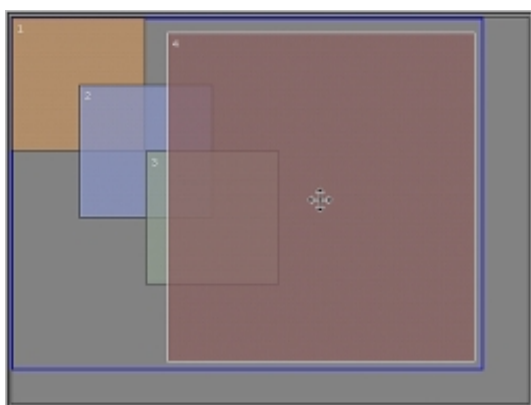

Imagen 6-8
1. Haga clic con el botón derecho del ratón en una fuente. (imagen 6-8)